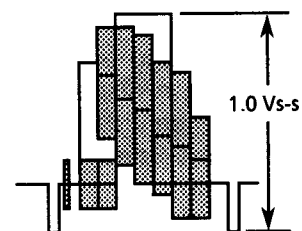

Abbildung 2-5.
9. Sicherstellen, daß die Amplitude des Wiedergabe-Farbbalkensignals $1,0 \pm 0,04$ Vs-s beträgt, wie in Abbildung 2-5 dargestellt.